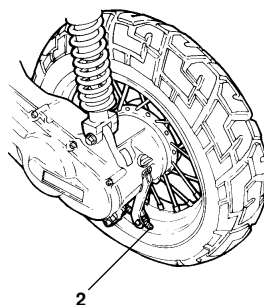

Fig. 38
- Qualora la leva del freno presenti un'escursione maggiore di quella illustrata in figura 37, è necessario procedere alla regolazione, intervenendo sul gruppo di regolazione (2 - Fig. 38) fino a ripristinare la corretta escursione della leva.
**NOTA:** avvitando il registro (2 - fig. 38) in senso orario, l'escursione diminuisce, allentandolo l'escursione aumenta.
- Screw up the adjuster (2 - Fig. 38) until the correct adjustment is reached. If this is no longer possible change the brake shoes.
**NOTE:** if the adjuster is screwed (2 - fig. 38) clockwise, travel is decreased and if it is loosened, travel is increased.